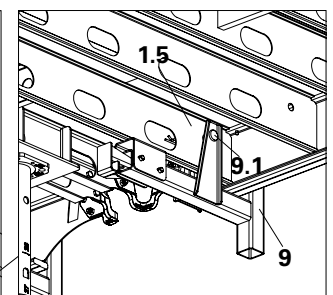

Fig. A9.04a
- Coloque el soporte de la barandilla (9) en el taladro provisto en la crucea C (1.5) del panel. (Fig. A9.04a)